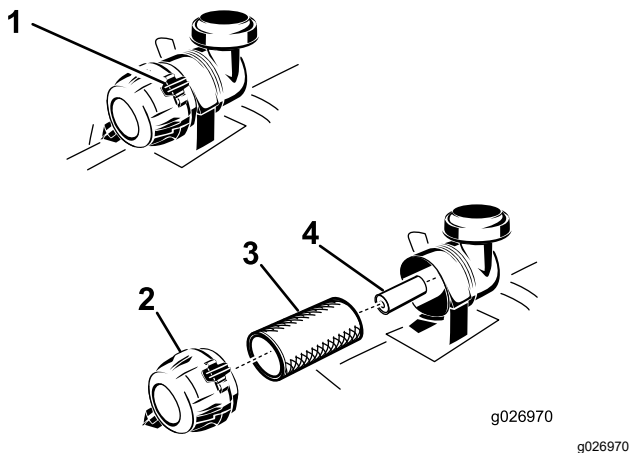

Figure 38
4. Ouvrez les attaches du filtre à air et détachez le couvercle du boîtier du filtre (Figure 38).
- Sortez le préfiltre du boîtier du filtre avec précaution (Figure 38).
- Si vous remplacez l'élément intérieur, insérez-le avec précaution dans le boîtier du filtre (Figure 38).
- Placez ensuite le préfiltre sur l'élément de sécurité avec le même soin (Figure 38).
- Montez le couvercle, reniflard en bas, et tournez-le pour que les attaches verrouillent le couvercle en place (Figure 38).